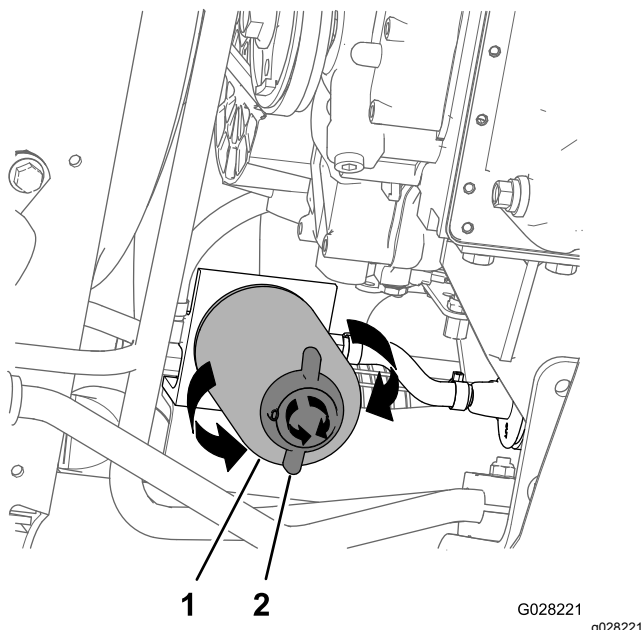

Рисунок 76
4. Поместите сливной поддон под топливный фильтр; см. Рисунок 76 в разделе Замена фильтра водоотделителя \(страница 69\).
2. Установите сливной поддон под фильтр водоотделителя (Рисунок 76).
3. Поверните сливной клапан в нижней части фильтра водоотделителя против часовой стрелки (Рисунок 76).
4. Очистите область вокруг фильтра водоотделителя и крепления переходника фильтра (Рисунок 76).
5. Снимите фильтр водоотделителя (Рисунок 76).
9. Убедитесь, что сливной клапан в нижней части фильтра водоотделителя завернут до упора по часовой стрелке (Рисунок 76).